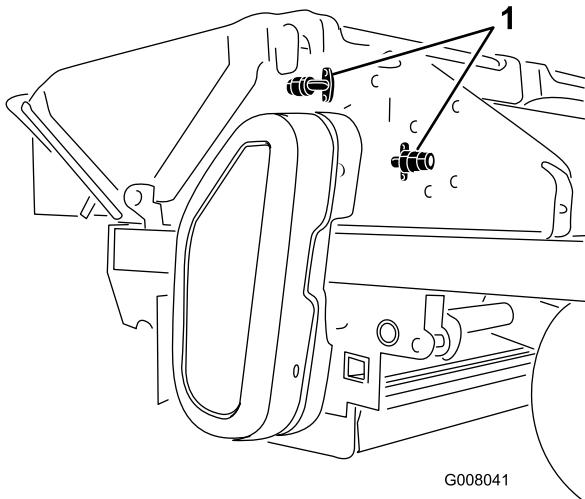

Figure 36
- Lorsque vous avez terminé, utilisez les raccords de lavage (Figure 36) ou aspergez la zone de hachage.